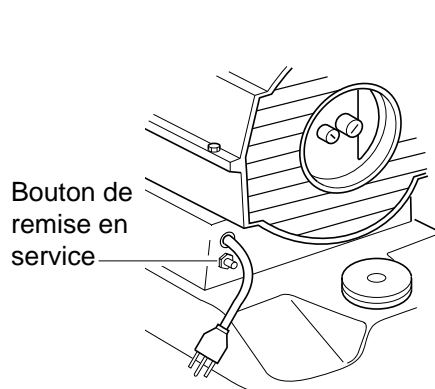

Figure 6 - Bouton de remise en service, modèles 35/50/70
5. Branchez la rallonge à une prise standard de 120 volts/60 hertz avec prise de terre. Lorsque la prise est branchée, l'appareil doit s'allumer. S'il ne s'allume pas, poussez sur le bouton de remise en service (voir figures 6 et 7).